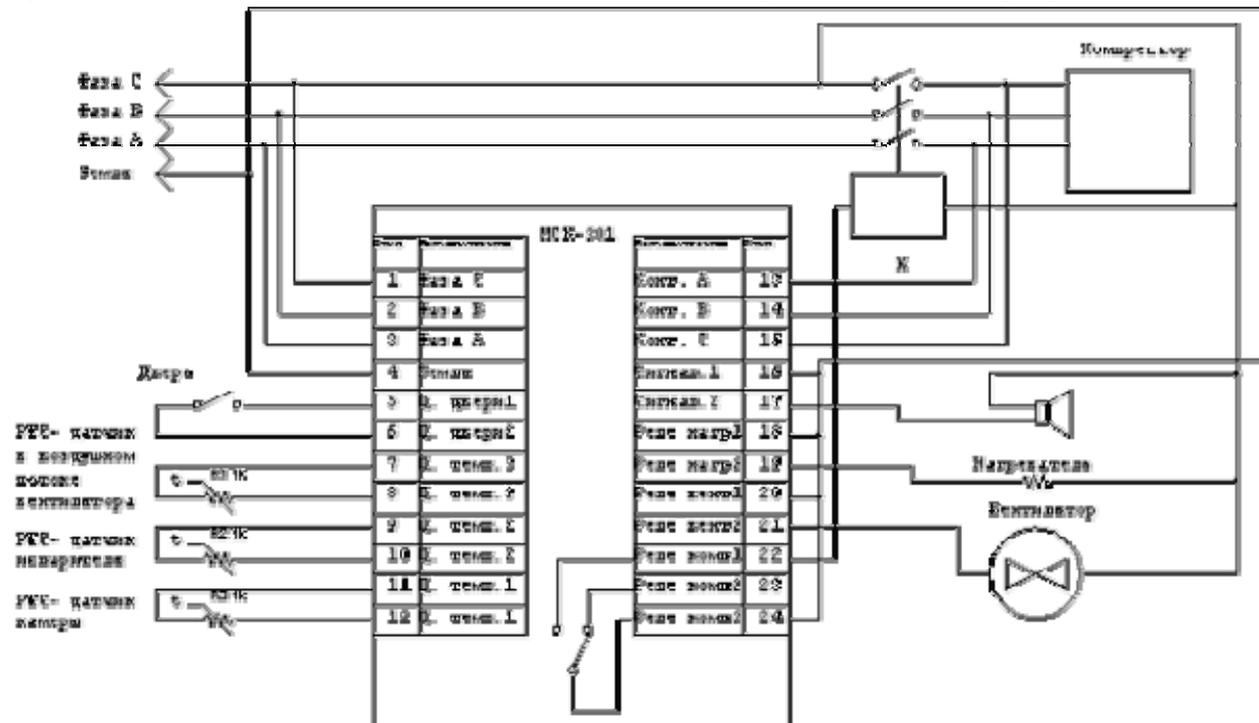

Рисунок 2. Схема подключения МСК-301-82 к трехфазной сети.
3.1. Подключить к МСК-301-82 пускатель компрессора, вентилятор, звонок электрической сигнализации, датчики температуры согласно рис. 2.